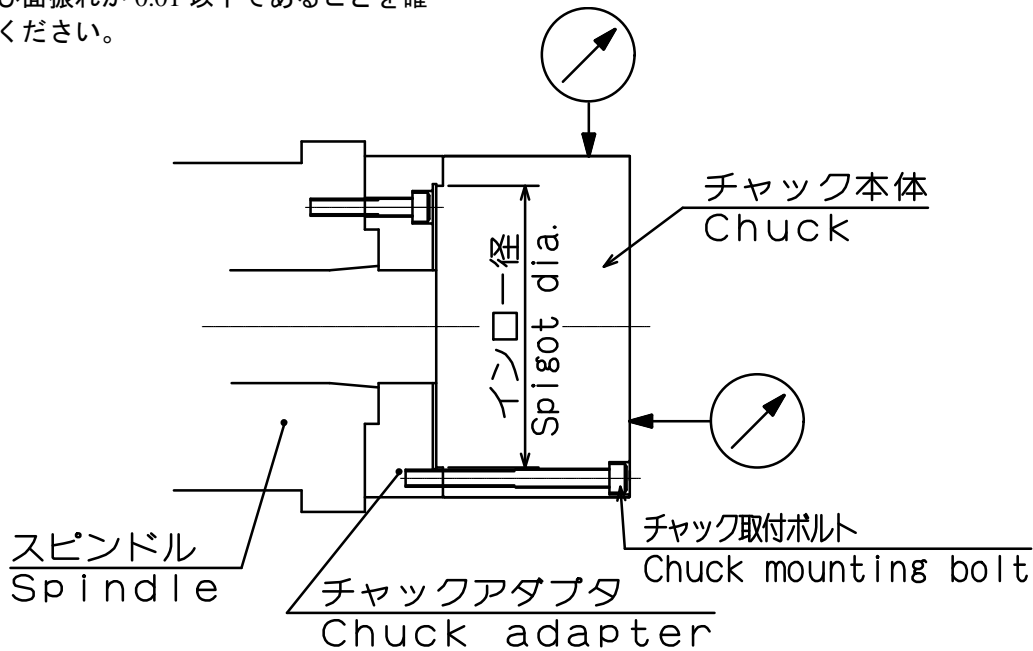

図4 Fig.4
- ① 作業前に必ず機械の主電源を切ってください。
- ② スピンドルにチャックアダプタを取り付けてください。
- ② チャック取付ボルトで、KPCチャックを取り付けてください。
- ④ 図4のように、スピンドルを手で回し、外周および面振れが0.01以下であることを確認してください。
8. Prepare the support for sleeve as shown in Fig. 4.
- Ensure a clearance for the sleeve lock as shown in Fig. 4. If the sleeve is fixed directly with bolts, etc., the air feed tube gets seized or damaged, and air supply to the chuck is interrupted, causing the workpiece to fly out.